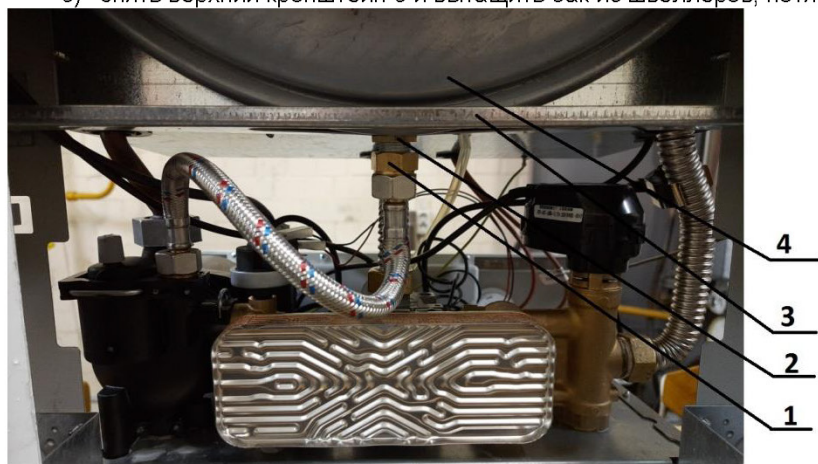

Рис. 23. Демонтаж трубы расширительного бака
- 3) ключом на 22 отвернуть гайку 1 (см.Рис. 23) трубы расширительного бака 4;